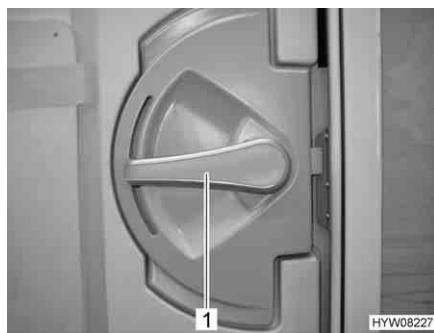

Fig. 22 Serratura della porta di ingresso, lato interno
*Apertura:* ■ Premere la maniglia della porta (Fig. 22,1) verso il basso.
*Bloccaggio:* ■ Ruotare la maniglia della porta (Fig. 22,1) per circa 45° verso l'alto e lasciarla in questa posizione.